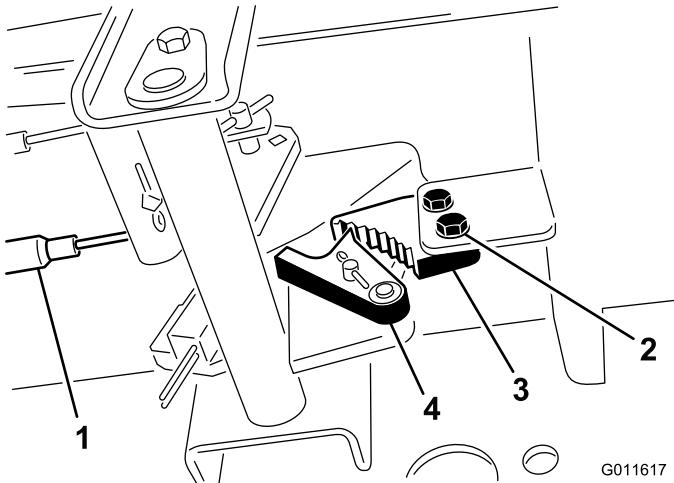

Рисунок 44
- Ослабьте два винта крепления защелки стояночного тормоза к раме (Рисунок 44).
- Нажмите педаль тормоза вперед, пока углубление тормоза не войдет полностью в зацепление с защелкой тормоза (Рисунок 44).